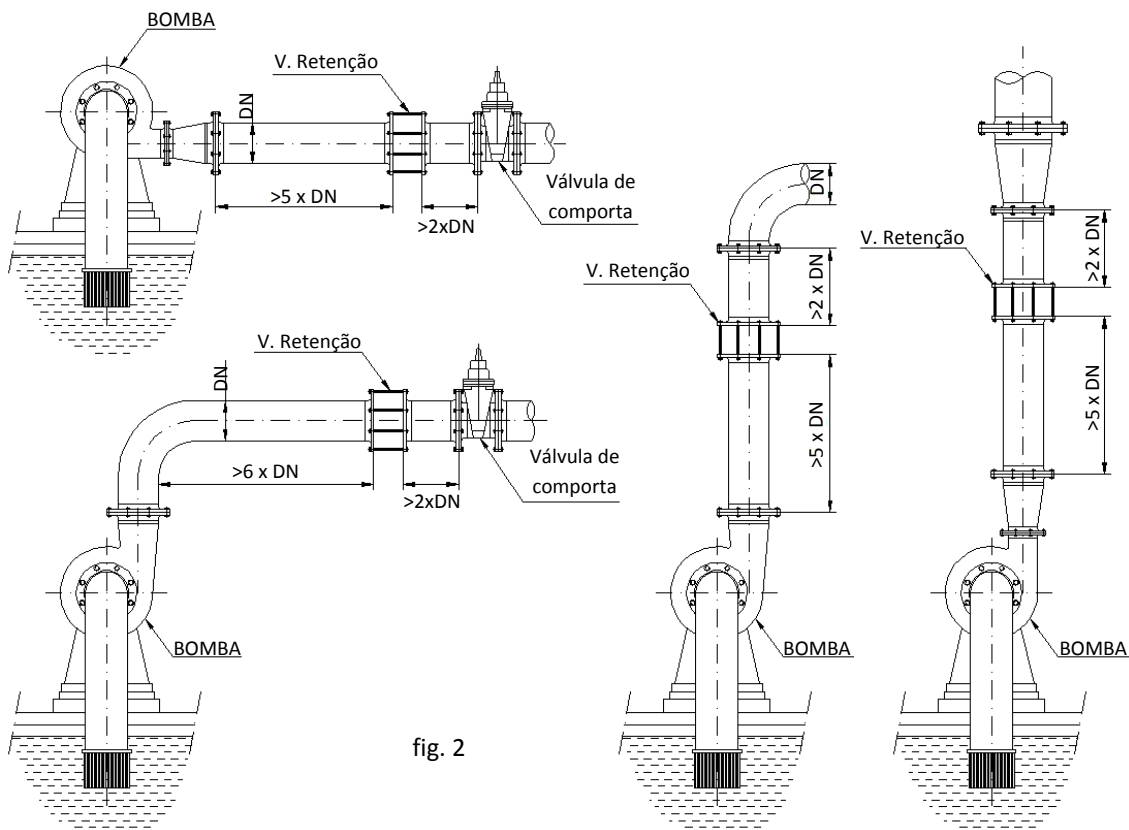

fig. 2
- Para que o funcionamento da válvula seja adequado, é necessário manter uma distância mínima de conduta recta após a tubagem para a livre operação da válvula (fig. 2).